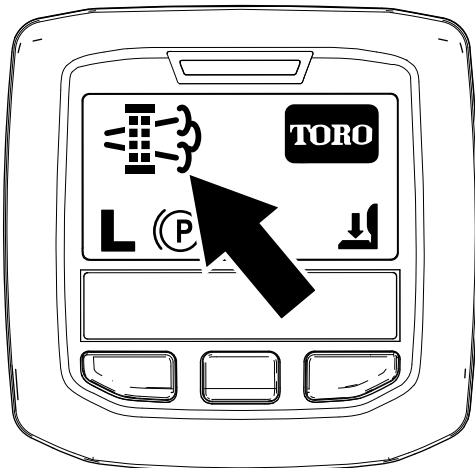

Figura 52
- Quando il computer del motore richiede una rigenerazione parcheggiata o una rigenerazione di recupero, nell'InfoCenter viene visualizzata l'icona della richiesta di rigenerazione (Figura 52).